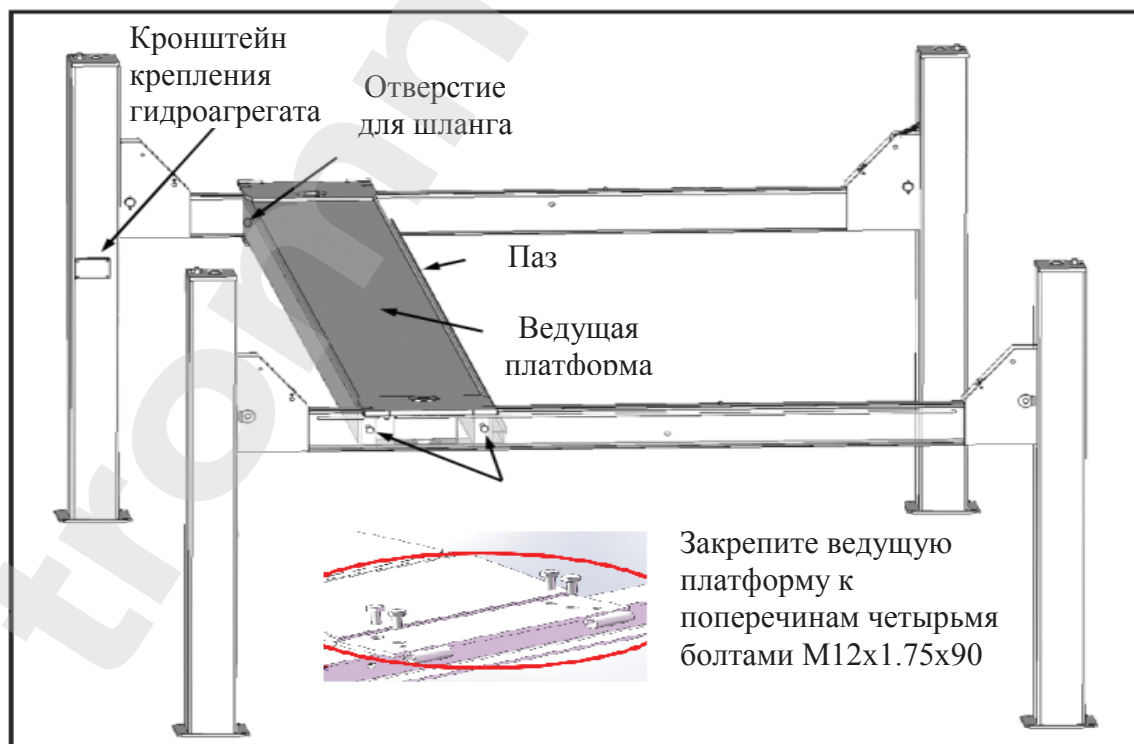

Рис. 5.4
4. Расположите ведущую платформу поверх поперечин с пазом, направленным внутрь подъемника. Отверстия для шлангов, находящихся на боковой части платформы, должны располагаться рядом со стойкой, на которой крепится гидроагрегат. Совместите крепежные отверстия на платформе с отверстиями на поперечинах, вставьте в них четыре болта с головкой под шестигранник M12x1.75x90, оденьте шайбы. Нанесите на болты подходящую консистентную смазку и затяните их с усилием 74.6 Нм (см. рис. 5.4).